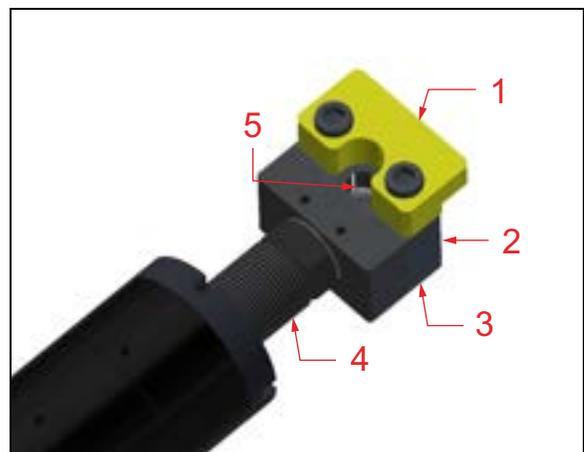

ABBILDUNG 3-35. BAUGRUPPE NIVELLIERBARER SPANNFUTTERFUß
- a) Für Innenmontage die Nivellierschrauben in jedem der Nivellierfüße des Spannfutters einstellen (siehe Abbildung 3-35).
- a) Für Innenmontage die gegenüberliegenden Spannfutterfußpaare einstellen (ein Fuß ist in Abbildung 3-35 dargestellt).